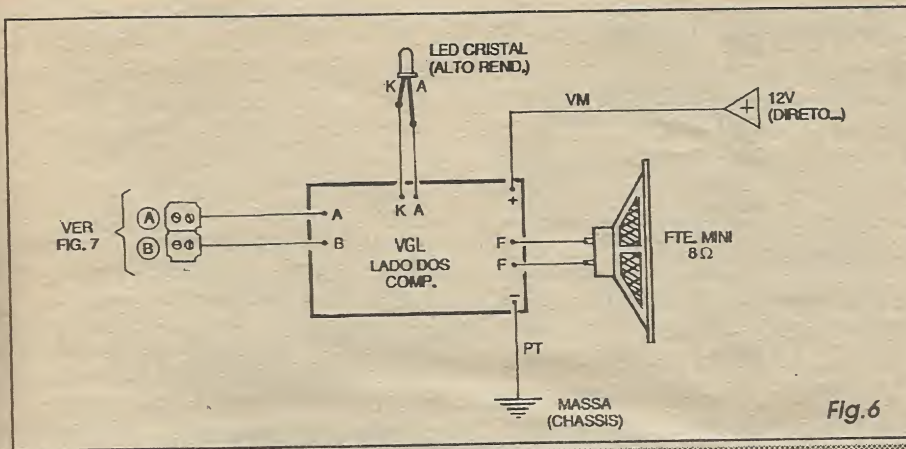

Fig. 6
- FIG. 6 - CONEXÕES EXTERNAS À PLACA - Vemos a plaquinha ainda pela sua face não cobreada, enfatizando-se as ligações *do impresso para fora*... Embora fáceis, tais conexões exigem também atenção e cuidado, nas suas identificações, polaridades, etc. O LED deve ter seus terminais de **anodo (A)** e **catodo (K)** ligados respectivamente aos pontos A e K do impresso, através de um par de fios finos